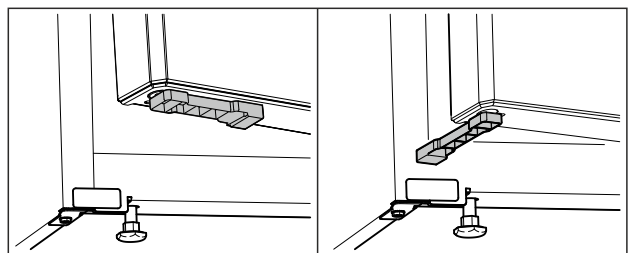

Fig. 75 *
- Ruotare il distanziale della porta di 90°. (vedere Fig. 75) *